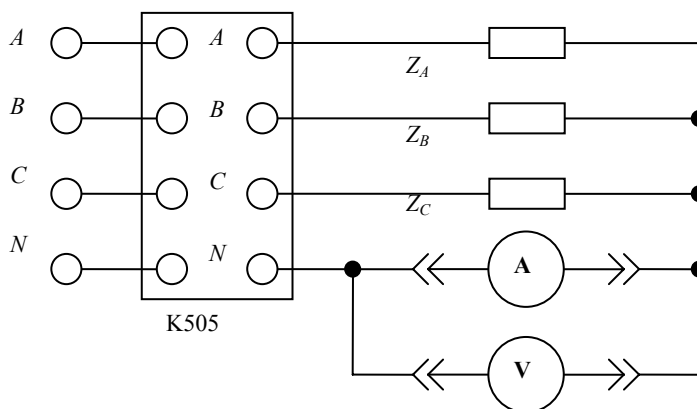

Рис. 1. Схема установки для исследования трёхфазных цепей при соединении нагрузки звездой
2. Собрать схему, приведённую на рис. 1 для измерения токов, напряжений, мощности с помощью комплекта К-505, а также тока в нулевом проводе с помощью переносного амперметра А и напряжения смещения нейтрали нагрузки с помощью переносного вольтметра V. Показания приборов записать в первую строку табл. 1.